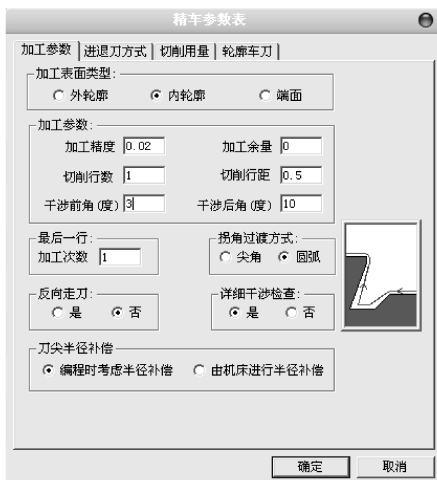
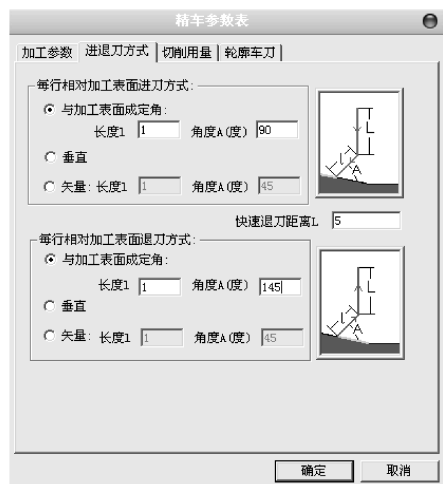
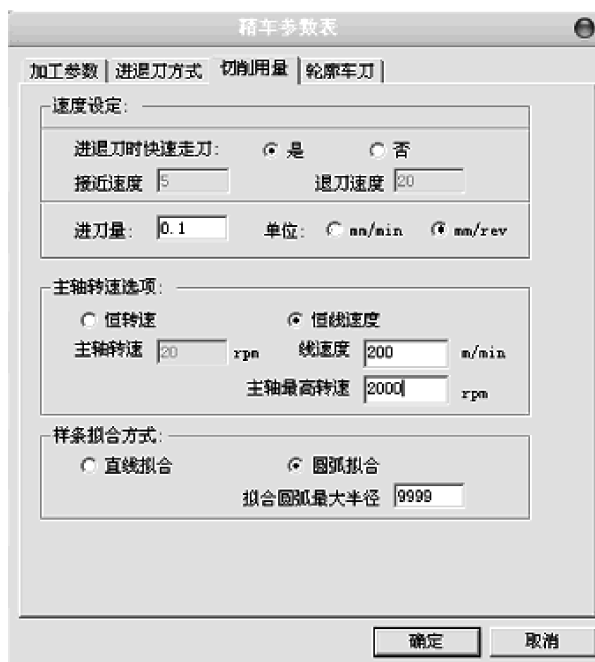
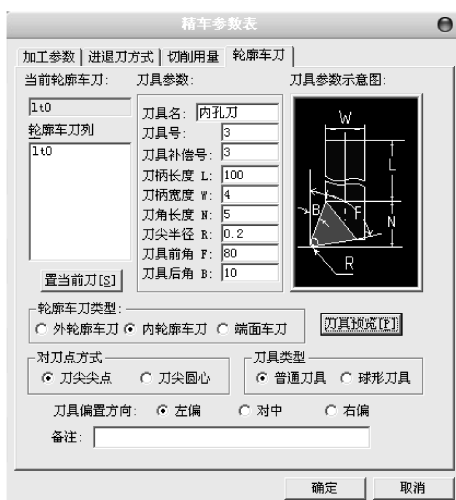

图 8-50 内孔精车加工参数设置
图 8-51 内孔精车进退刀方式参数设置
图 8-52 内孔精车切削用量参数设置
图 8-53 内孔精车轮廓车刀刀具参数设置
(4) 生成右端内轮廓精加工刀具路径 在菜单栏中选择【数控车】→【内孔轮廓精车】命令,或者单击【数控车】工具栏中的按钮,系统弹出【精车参数表】对话框,单击【加工参数】选项卡,设置的参数如图 8-50 所示;单击【进退刀方式】选项卡,设置的参数如图 8-51 所示;单击【切削用量】选项卡,设置的参数如图 8-52 所示;单击【轮廓车刀】选项卡,设置的参数如图 8-53 所示,设置完成后单击【确定】按钮。